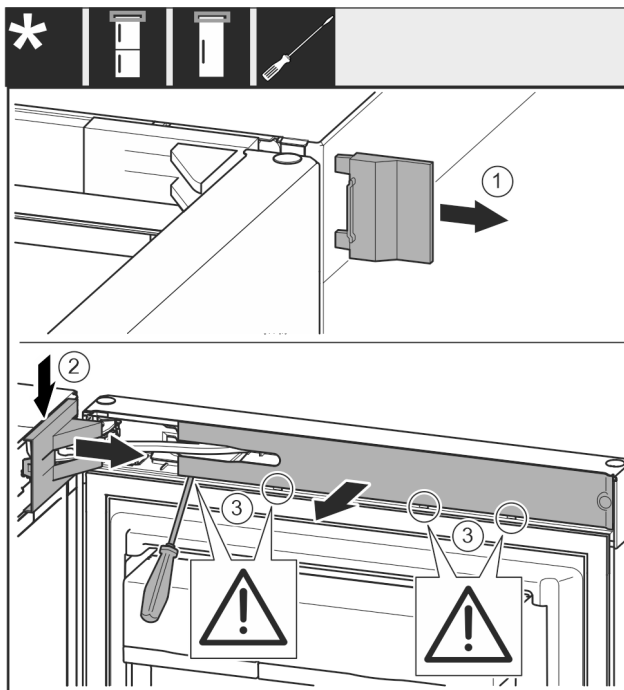

Fig. 8
- Rimuovere la copertura Fig. 8 (1).
- Disinnestare e allentare la copertura del blocco di supporto Fig. 8 (2).
- Rimuovere la copertura del blocco di supporto Fig. 8 (2).
- Disinnestare la maschera Fig. 8 (3) con un cacciavite a intaglio e ruotarla lateralmente.